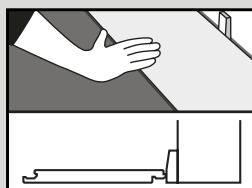

Fig. 1
- En commençant par une lame/dalle complète le long du mur, calculez le nombre de largeurs qu'il faudra pour atteindre l'autre bout de la pièce. Si cela signifie qu'il y aura une rangée de lames/dalles étroites le long du mur d'en face, découper la première rangée en conséquence. Posez ce produit le côté languette/bord découpé face au mur. Poser des cales de 5 mm entre la lame/dalle et le mur (Figure 1).